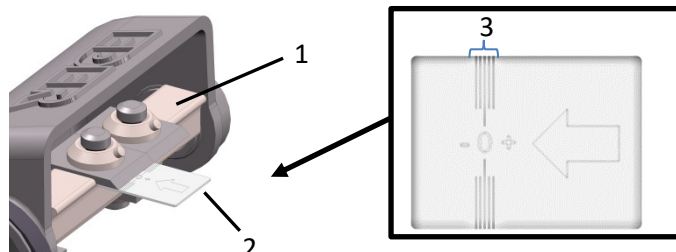

Abb. 11: Messer einstellen
- > Schieben Sie die Einstelllehre (2 – Abb.11) in Pfeilrichtung unter das Messer bis an die Schälwalze (1 – Abb.11) heran.
Achtung: Die Schneidkante des Messers muss sich im markierten Bereich (3 – Abb.11) befinden.